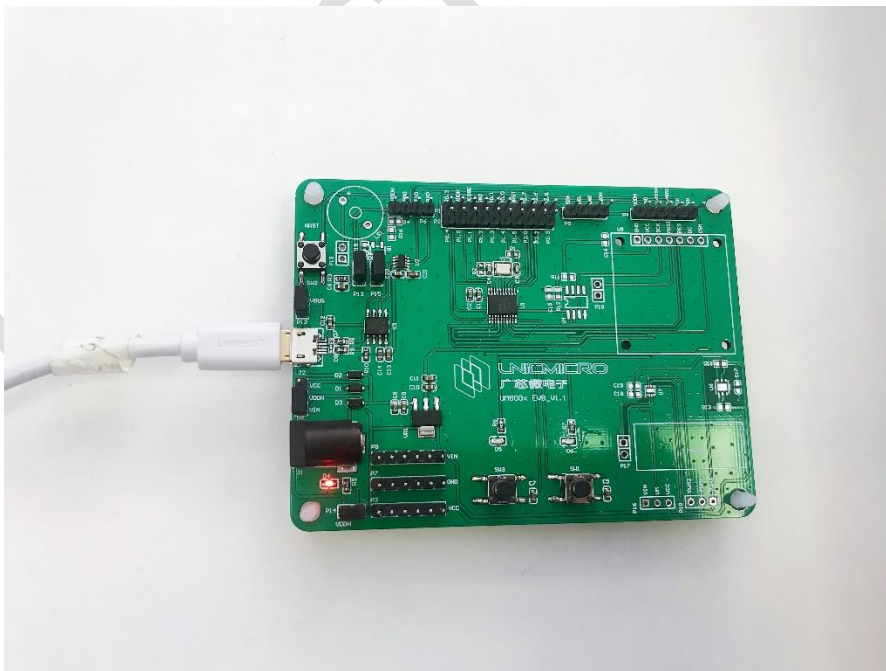

图 3 调试接线示意图
(1) 用 USB 线将芯片硬件开发板的 USB 供电口与 PC 电脑的 USB 口连接起来，连接图如下图 3 所示，USB 口能够供电的同时也能作为调试接口。